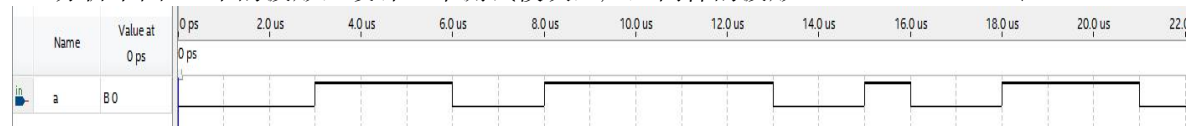

图 12 波形图
11. 分析下图 12 中的波形，设计一个测试模块，产生同样的波形（`timescale 1us/1us`）。